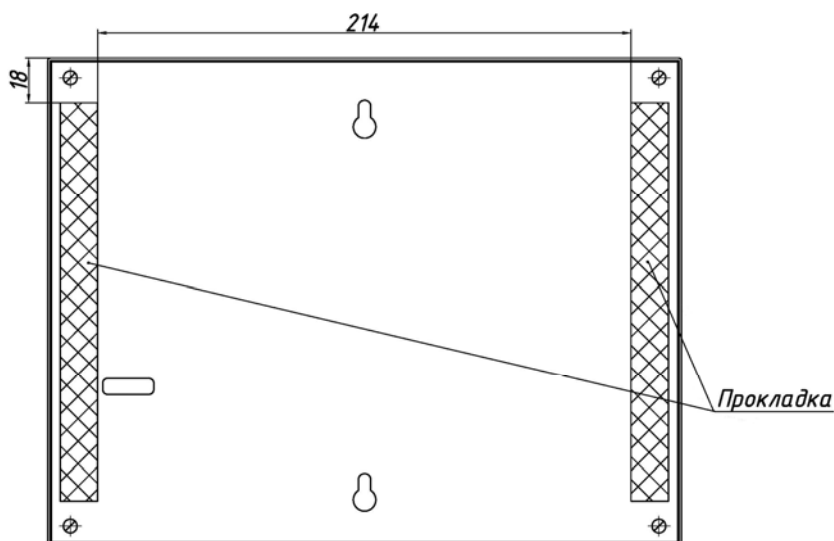

Рисунок 6 – Установка прокладок
- е) вернуть самонарезающие винты из комплекта поставки (см. рисунок 6);